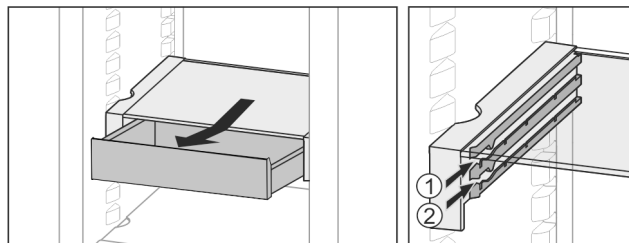

Fig. 22
- Zasuňte v libovolné výšce Fig. 22 (1) nebo Fig. 22 (2).